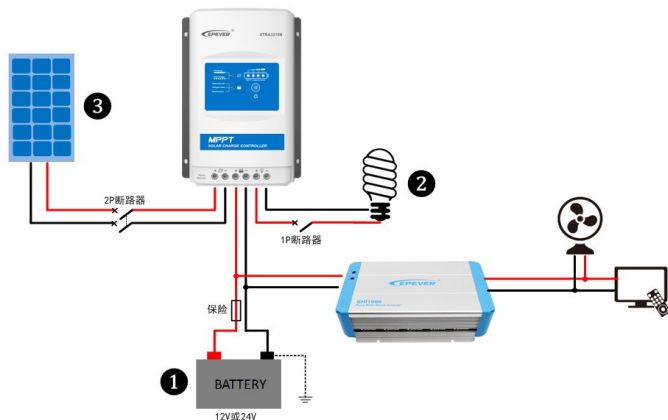

Figura 2-2 Schema de conectare
Pasul 2 Conectați sistemul în ordinea ❶ baterie → ❷ încărcare → ❸ Sistemul FV în conformitate cu Figura 2-2 "Schema electrică" și deconectați sistemul în ordine inversă ❸❷❶.